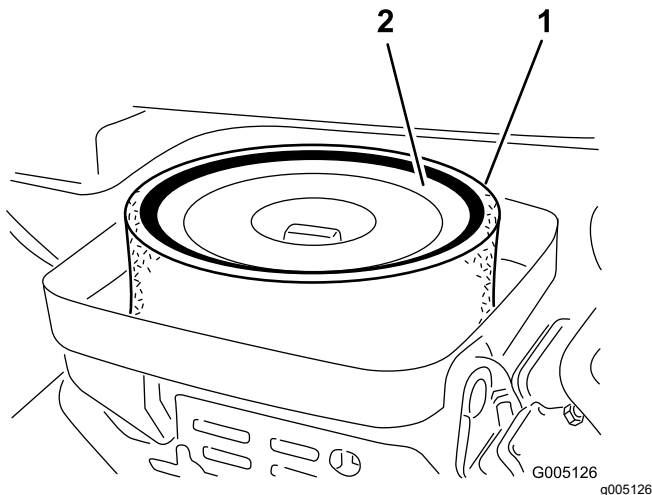

Figura 38
3. Retire la tuerca de orejeta que sujeta los elementos a la carcasa del limpiador de aire (Figura 38).
4. Si el elemento de espuma está sucio, sepárelo del elemento de papel (Figura 38). Límpielo a fondo, de la manera siguiente: